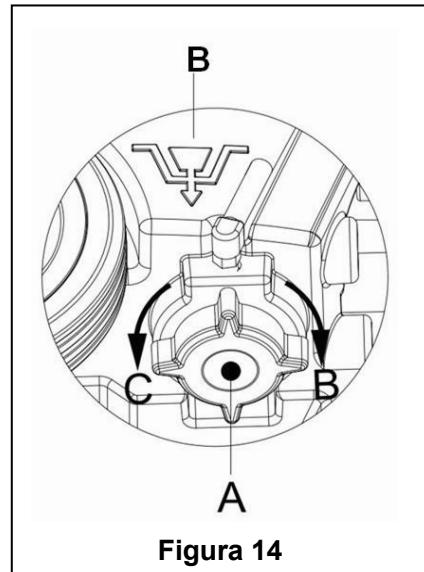

Figura 14
7. Como se indica en la Figura 14, gire la tapa del Depósito de disolución (A) en sentido antihorario para abrirlo en dirección C y vacíe completamente el Depósito de disolución. Use agua fresca para enjuagar el interior del Depósito de disolución. Al terminar el trabajo, segure la tapa del Depósito de disolución (A) en sentido horario en dirección B.